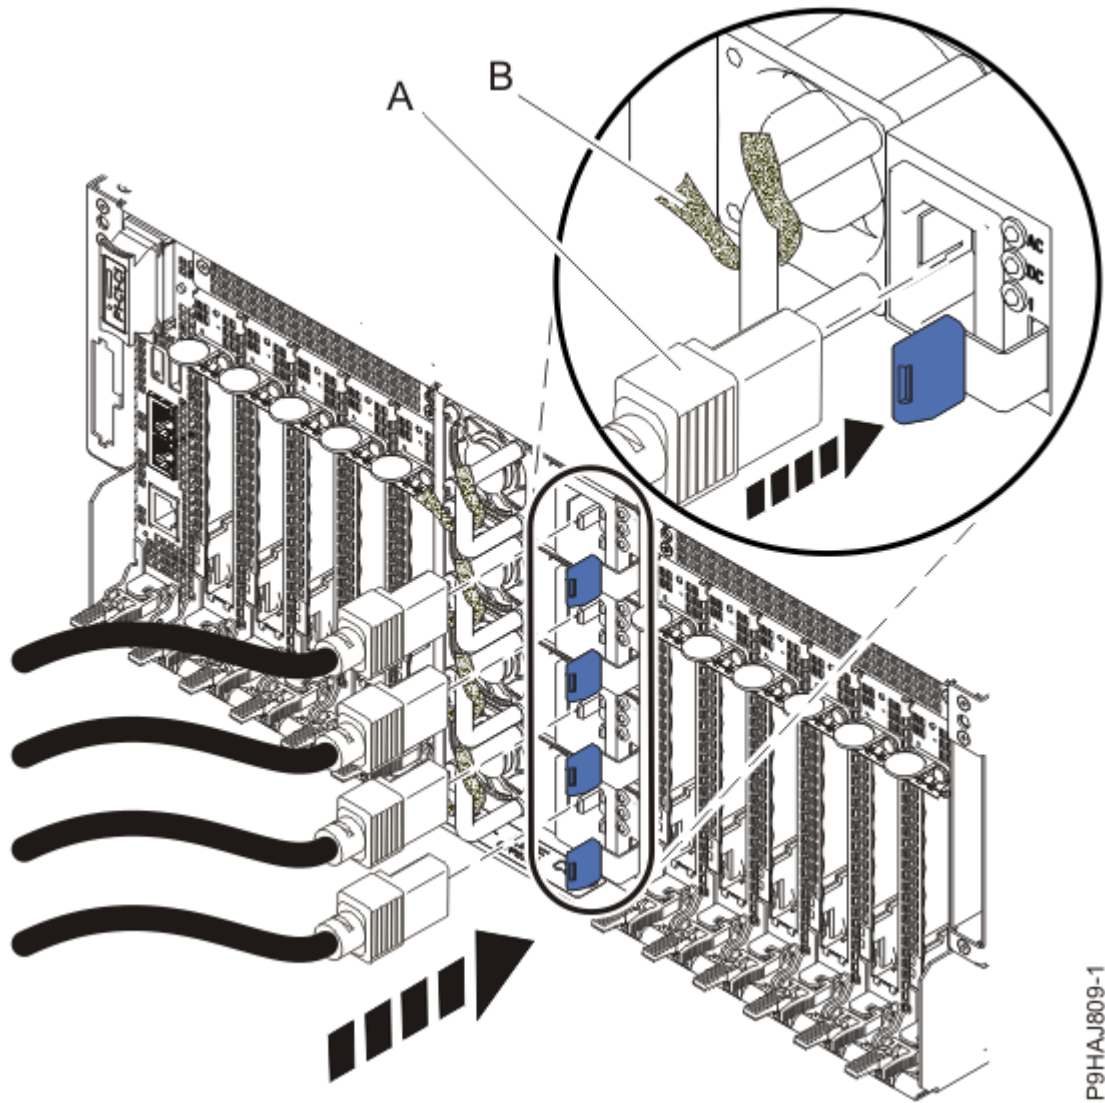

Figure 39. Branchement des cordons d'alimentation et fixation des câbles à l'aide d'attaches
6. Connectez les cordons d'alimentation aux blocs d'alimentation **(A)**. Voir Figure 39, à la page 50.
8. Fixez le cordon d'alimentation et les câbles à l'aide des attache-câble ou des attaches velcro **(B)**, comme illustré à la Figure 39, à la page 50.